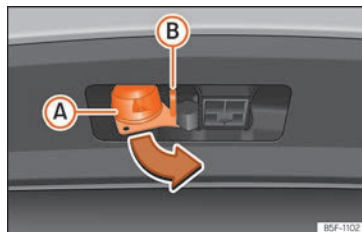

**Fig. 275** Girare il connettore a 13 poli
- Afferrare il connettore a 13 poli dalla parte **(A)** ed estrarlo nel senso della freccia **>>> fig. 275.**
- Afferrare il connettore a 13 poli dalla parte **(A)** e inserirlo nel senso contrario alla freccia **>>> fig. 275.**
L'occhio di sicurezza **(B)** **>>> fig. 275** serve per agganciare il cavo di fissaggio del rimorchio.